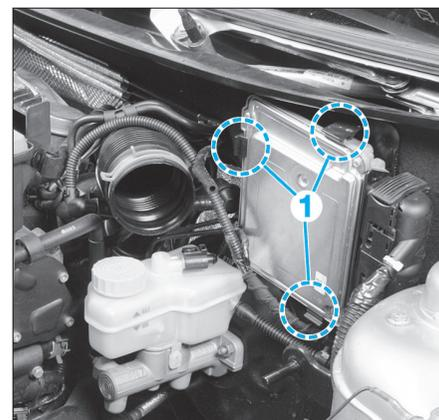

Fig. 21
- Débrancher puis dégrafer le calculateur de gestion moteur aux endroits indiqués (1) (Fig.21).